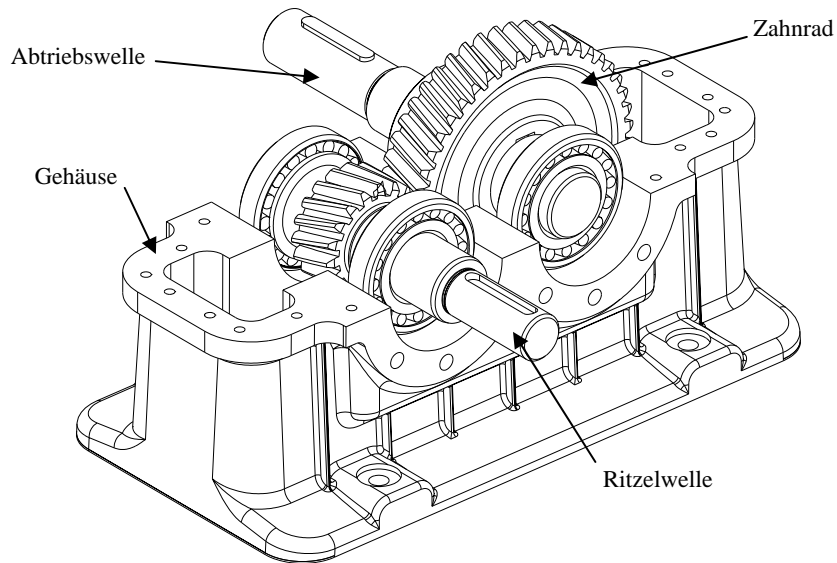

Abbildung 3-4: Getriebeaufgabe
- Abbildung 3-4 enthält die Aufgabenstellung für ein einstufiges Getriebe. Im Abschnitt 6 werden Hinweise gegeben, wie die Baugruppe strukturiert und systematisch aufgebaut werden kann. Die geometriestimmenden Parameter sind die Übersetzung mit $i=5$, die Zähnezah der Ritzelwelle mit $z_1=25$ und der Modul mit $M=2\text{mm}$.